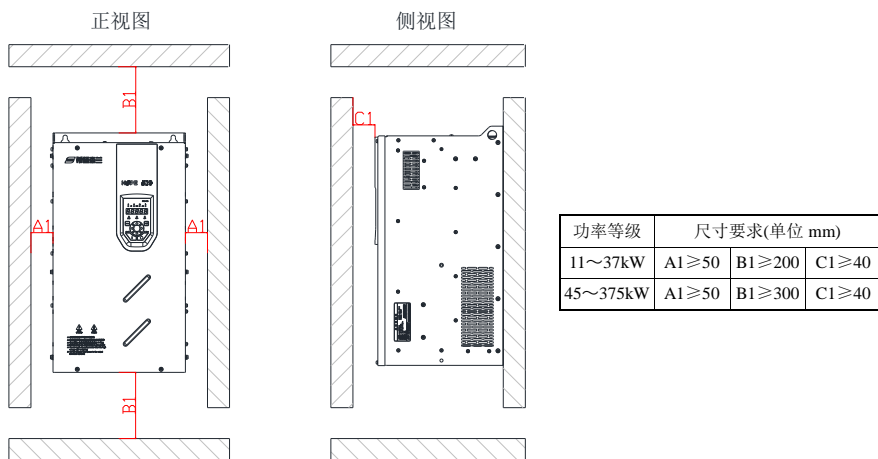

图 3-2 单台机器(Hope510PM11T4~Hope510PM375T4)安装间隔
- 安装空间要求如图 3-2 所示, 需保证变频器有足够的散热空间, 预留空间时请考虑柜内其它器件的散热情况;